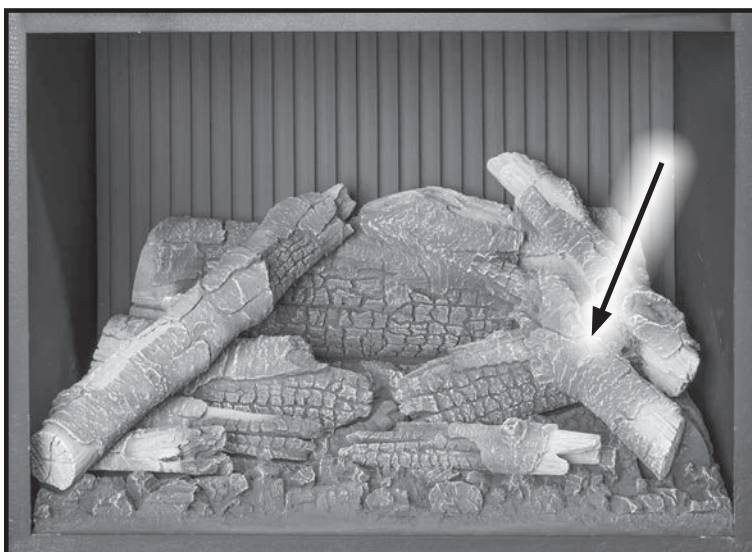

Figure 43. Bûche final
7. Installer le dernier bûche sur le dessus, sur le côté droit, comme illustré dans la Figure 43. Remarque le détrompeur sur le côté bas qui correspond à la demi-ronde au-dessus du grand bûchel inférieure assis sur le lit de braise.